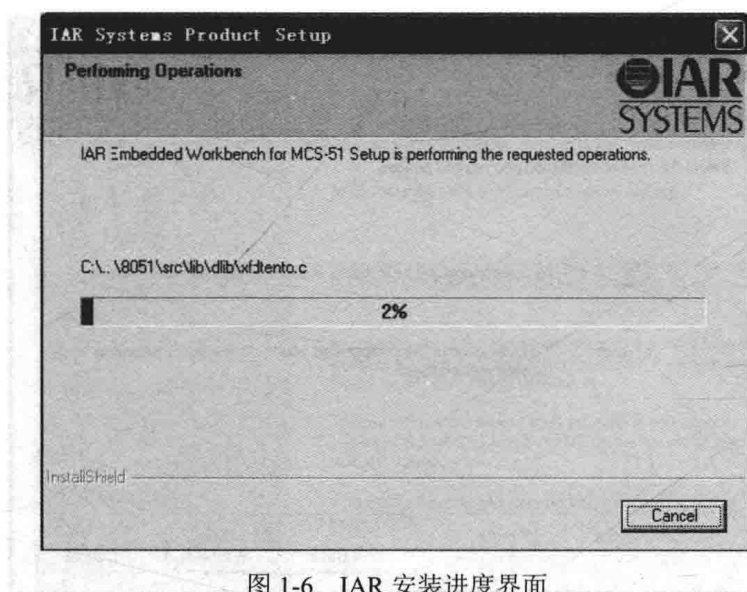

图 1-6 IAR 安装进度界面
(8) 单击 Next 按钮开始安装，此处可看到安装进度，如图 1-6 所示，安装将需要几分钟时间。